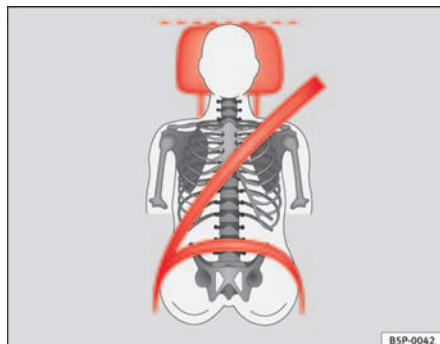
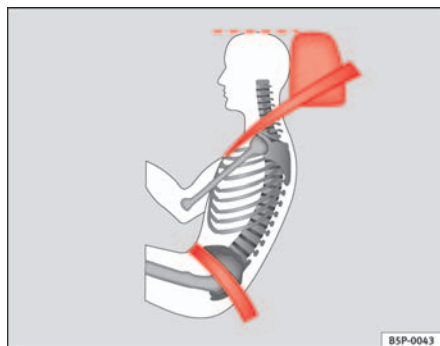

Fig. 3 Apoyacabezas ajustado correctamente visto de frente
Fig. 4 Apoyacabezas ajustado correctamente visto lateralmente
- Ajuste el apoyacabezas de modo que el borde superior quede, en la medida de lo posible, a la altura de la parte superior de la cabeza, como mínimo a la altura de los ojos. → **fig. 3** y → **fig. 4**.